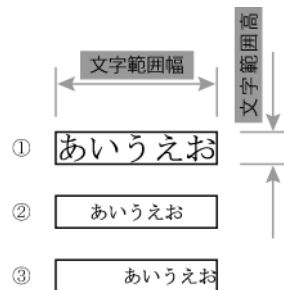

図 4-22 SXF で表現される文字列の描画
SXF では、文字の大きさは文字範囲幅、文字範囲高および文字間隔で渡されています。しかし、1文字の幅や高さが指定されているわけではないため、文字列が図 4-22 の②や③のように描画される可能性があります。
SXF における、文字列範囲幅を 25mm、文字範囲高を 5mm、文字間隔を 0mm に指定した文字列の描画例を図 4-22 に示します。